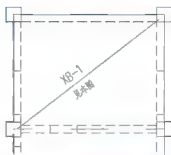

图 5.38 标注配板文字
(3) 启动【复制】命令，将“XB-1”复制到斜线下部并用【文字编辑】命令将其修改为“见本图”，结果如图 5.38 所示。